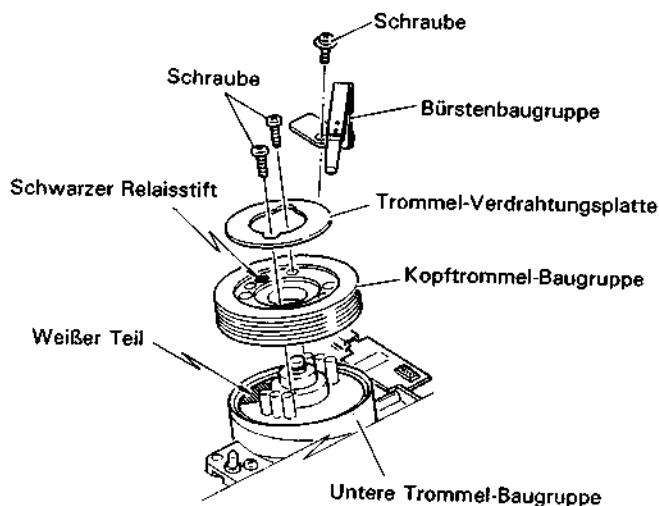

Abb. 1-2-1 Kopftrommel-Baugruppe
- 1) Eine neue Kopftrommel-Baugruppe einbauen, so daß der schwarze Relaisstift auf der oberen Kopftrommel-Baugruppe den weiß lackierten Teil der unteren Trommel-Baugruppe überlappt, wie in Abb. 1-2-1 gezeigt.